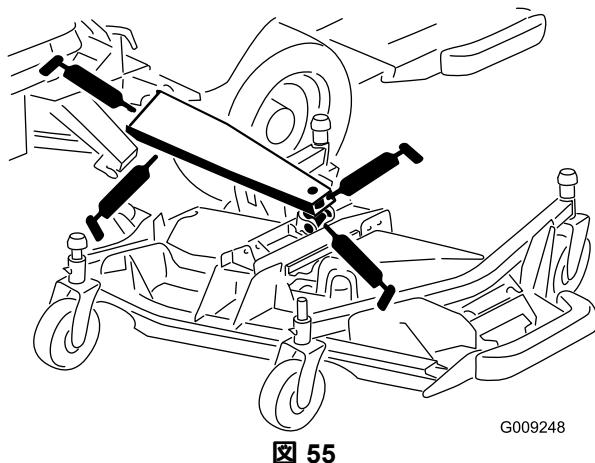

図 55
- メイン昇降アームのブッシュ3ヶ所図55
- 昇降シリンダのブッシュ1ヶ所(図55)